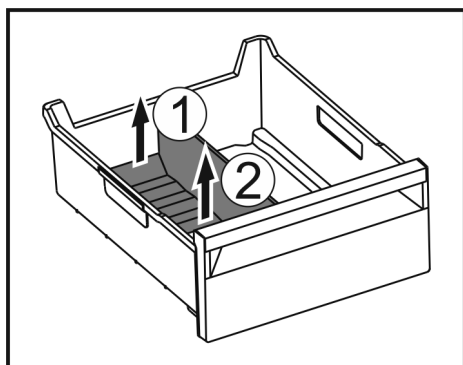

Fig. 139
- ▶ 提升冰格分隔器后部。 Fig. 139 (1)
- ▶ 向上取出冰格分隔器。 Fig. 139 (2)